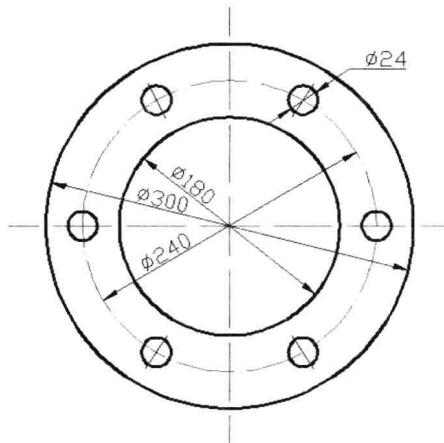

图 7-4-1
- (1) 打开素材文件“7-4-7.dwg”，小圆孔径标注如图7-4-1所示。